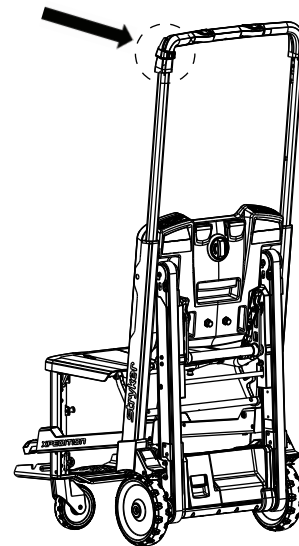

Figura 36 – Atașați cârligul pentru perfuzie la scaun
**Notă** - Aliniați cârligul pentru perfuzie în jurul extruziunii de pe bara de prindere din stânga pacientului (Figura 36).